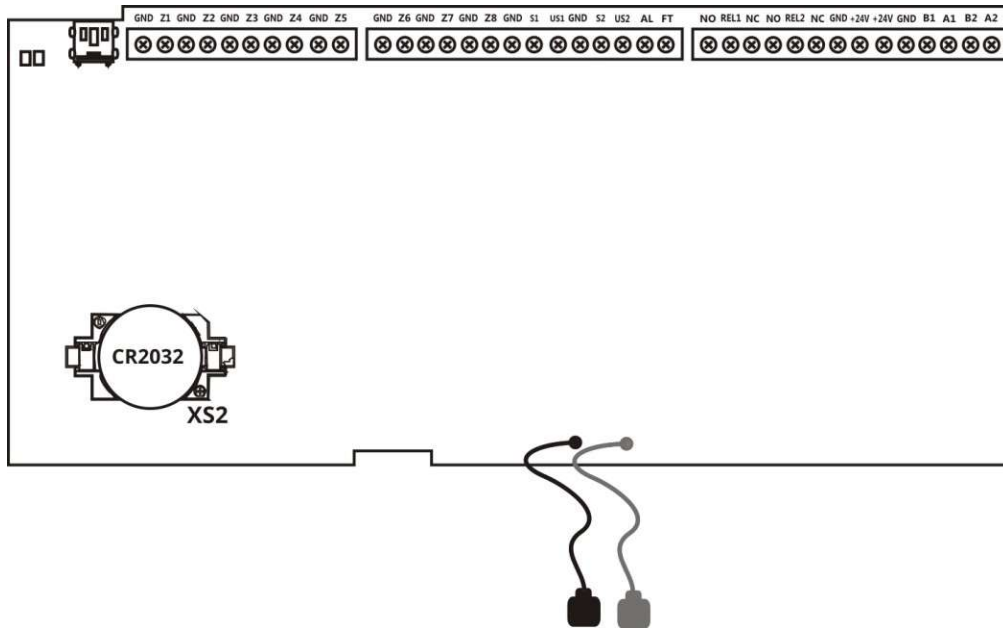

Рисунок 9 - Розміщення батареї на основній платі ППКП
- Замінити батарею на нову (роз'єм XS2, рис. 9);